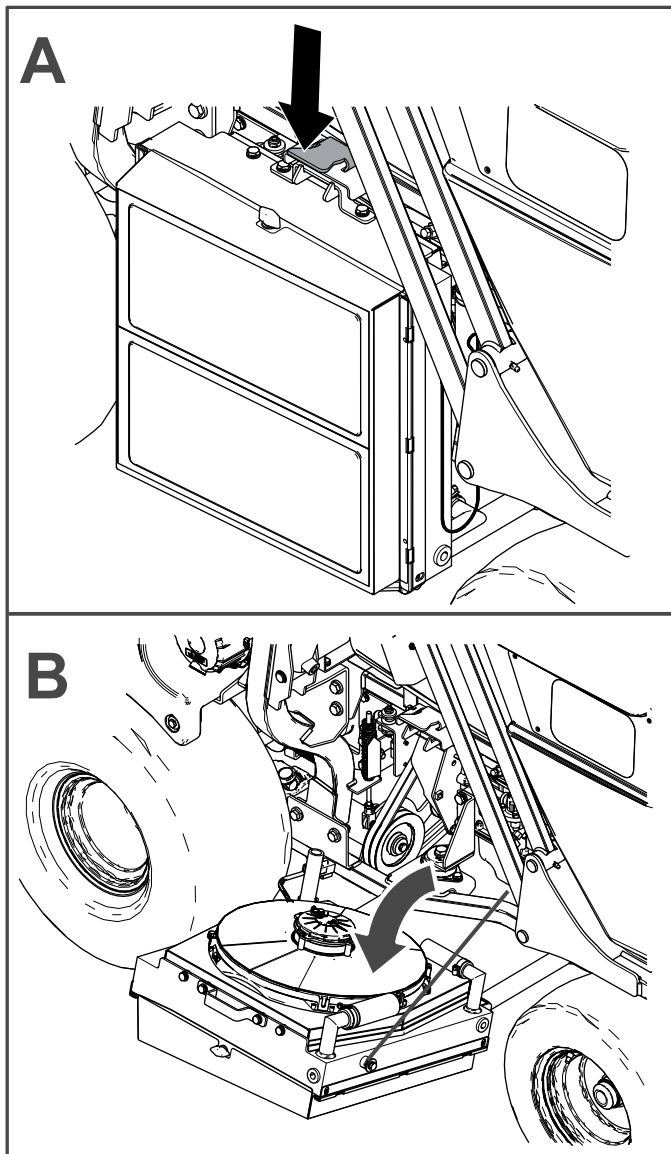

Figura 53
Presione hacia abajo el cierre y baje el radiador para acceder al motor (Figura 53).
1. Baje el radiador y compruebe el nivel de aceite del motor, tal y como se muestra en la Figura 53 y la Figura 57.